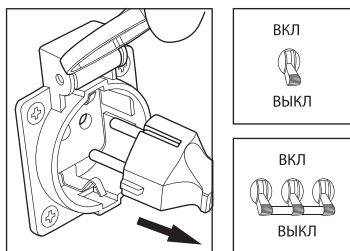

рис. 5
6. Отсоедините все электрические нагрузки, отключите подачу напряжения на панели штепсельных розеток. Переведите основной прерыватель цепи переменного тока и прерыватель цепи трехфазного тока в положение «Выкл» (рис. 5).